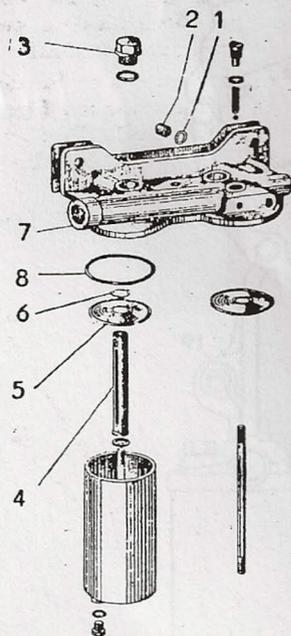

Fig. 13
Avis: A la repose du filtre avoir soin de poser dans le corps du filtre le joint d'étanchéité 16×22 (fig. 13/1) et le tube d'étanchéité (fig. 13/2) du filtre à huile à travers duquel passe l'huile sous pression dans le filtre à double filtration.
1. Desserrer l'écrou M 22 (fig. 13/3), ce faisant tenir d'une main la cuve et appliquer sur elle un léger coupe de la paume pour la dégager.
2. Rétirer du corps du filtre le tube porte-lamelles (fig. 13/4) en bloc avec les cartouches filtrantes (fig. 13/5).
3. Après avoir enlevé le joint d'étanchéité (fig. 13/6) déposer les cartouches filtrantes du tube porte-lamelle (ne pas confondre les lamelles de préfiltration „1" avec les lamelles de préfiltration fin „2").
Après le montage des cartouches, remplir le cuve à moitié d'huile propre et la fixer au corps du filtre (fig. 13/7).
S'assurer que les joints d'étanchéité (fig. 13/8) se trouvent dans le corps du filtre.